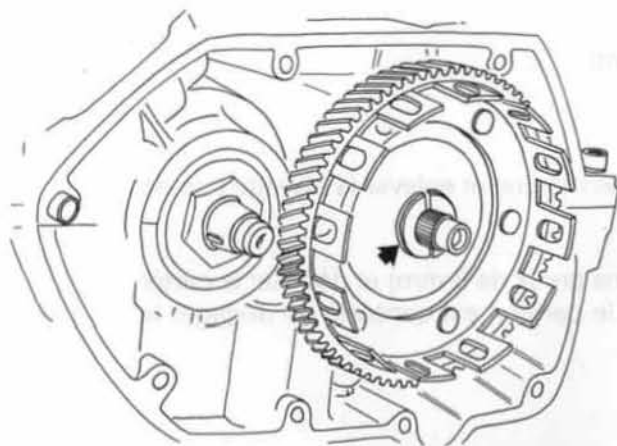

FIG. 1
- Remonter la rondelle de latéral, la cloche d'embrayage, les deux demi-lunes (fig. 1), le moyeu sans les disques et l'écrou.